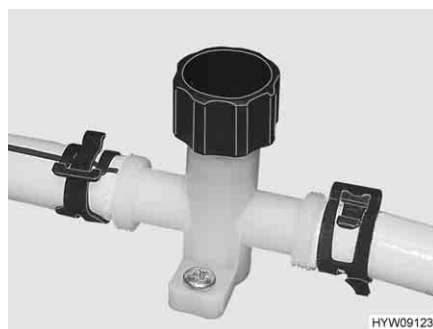
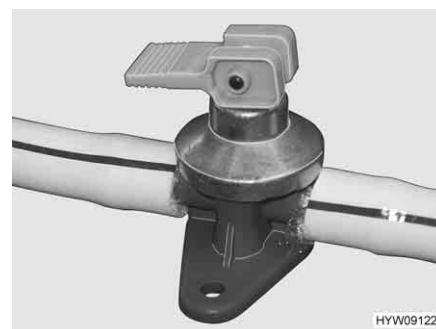

Fig. 159 Rubinetto di scarico (tubatura dell'acqua)
Fig. 160 Rubinetto di scarico (boiler Alde)
- Chiudere i rubinetti di scarico. Ruotare i coperchi (Fig. 159) in senso orario e posizionare la leva a bilanciere (Fig. 160) in posizione orizzontale.
- Aprire i rubinetti di scarico. A questo scopo, ruotare il coperchio (Fig. 159) in senso antiorario e posizionare verticalmente la leva a bilanciere (Fig. 160).